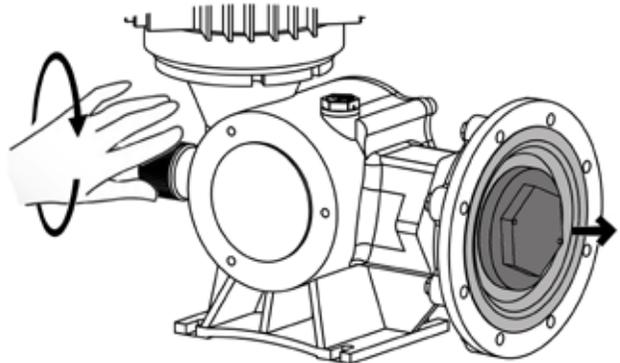

图 7
- 取下泵头后保存好泵头螺丝及螺母，将冲程调节杆旋至 0% 位置，此时膜片组件会被顶起并与过段分离。（如图 7）